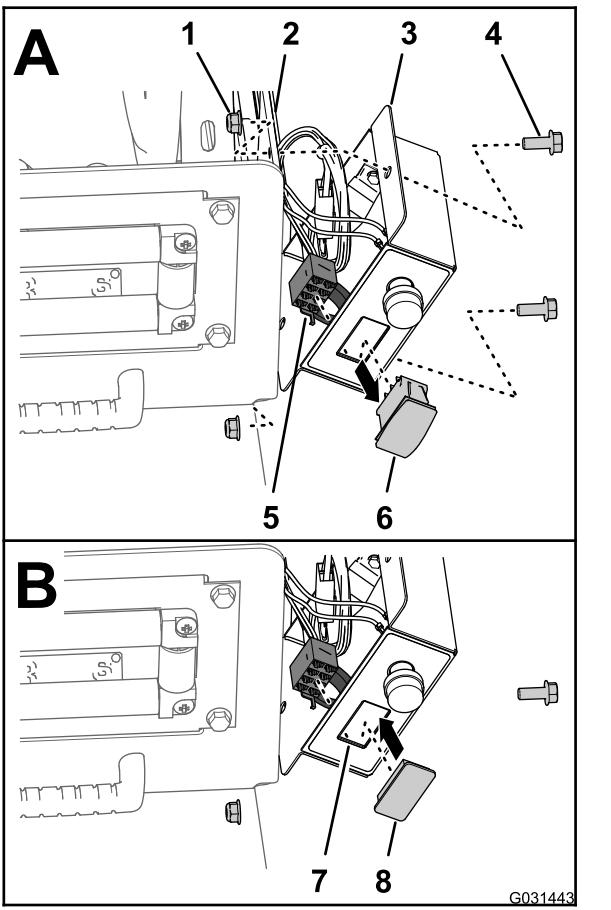

Figura 7
1. Rimuovete i 2 bulloni (5/16" x 3/4") e i 2 dadi di bloccaggio (5/16") che fissano la scatola di comando alla piastra di montaggio dei cilindri (Figura 7).
2. Scollegate il connettore a 8 prese del cablaggio della scatola di comando dall'interruttore di COMANDO DELLA PRESSIONE (Figura 7).
3. Disponete il connettore a 8 prese all'interno della scatola di comando (Figura 7).
4. Spremete le alette di bloccaggio dell'interruttore di COMANDO DELLA PRESSIONE e premete l'interruttore fuori dalla scatola di comando (Figura 7).
5. Allineate il tappo dell'interruttore sull'apertura nella scatola di comando dove avete rimosso l'interruttore (Figura 7).
6. Inserite il tappo dell'interruttore nella scatola di comando, fino a quando il tappo non scatta nel coperchio in modo sicuro (Figura 7).
7. Allineate la scatola di comando alla piastra di montaggio dei cilindri (Figura 7) e fissate la scatola alla piastra con i 2 bulloni (5/16" x 3/4") e i 2 dadi di bloccaggio (5/16").